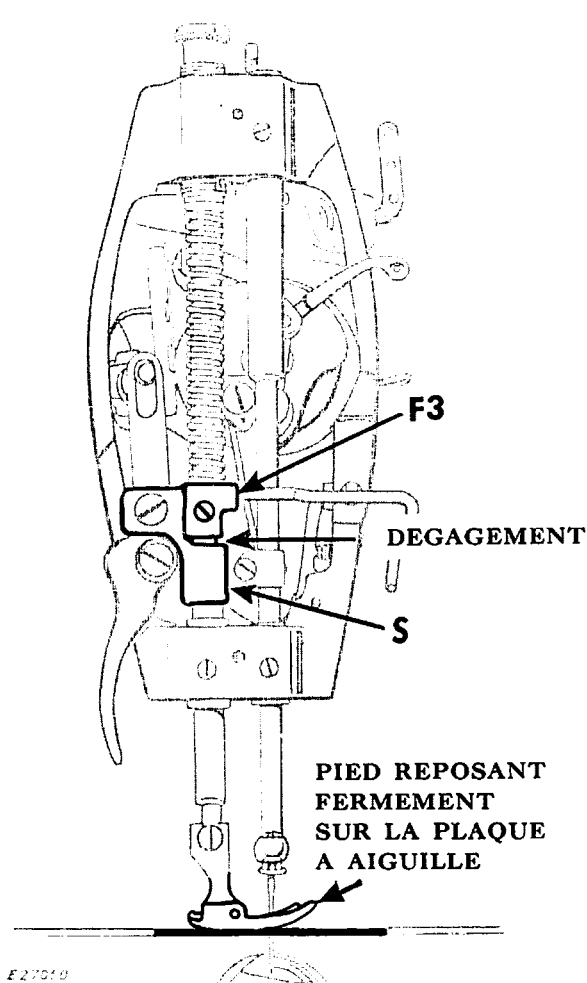

Fig. 32. Vérification de la hauteur de la barre du presseur complètement abaissée
1. Lorsque le pied presseur repose fermement sur la plaque à aiguille (avec la griffe sous la plaque à aiguille), il doit subsister un dégagement entre le support-guide **F3**, Fig. 32, et le support élévateur **S**, comme illustré Fig. 32.